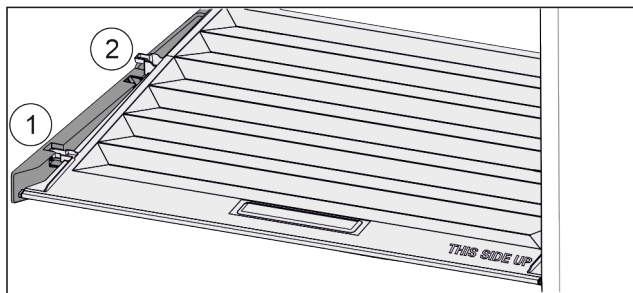

Fig. 28
- ▶ Vytáhněte víko dopředu až k otvoru v přídržných dílech Fig. 28 (1).
- ▶ Vzadu zespuďte nadzvedněte a vyjměte směrem nahoru Fig. 28 (2).